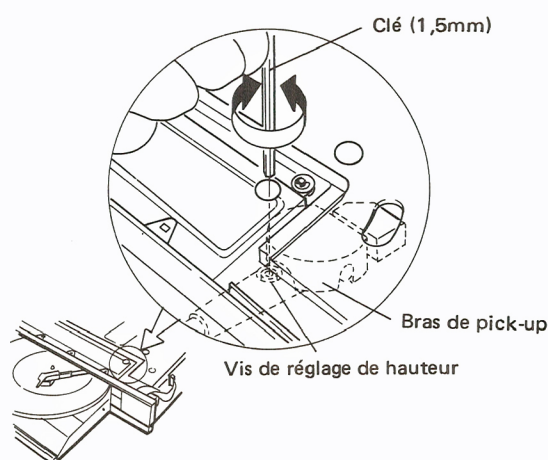

Fig. 9-6 Réglage de hauteur de l'aiguille
3. Tout en tenant le bras de pick-up de la main gauche, régler la vis de réglage avec une clé (1,5mm) passée à travers le trou de réglage comme indiqué Fig. 9.6.